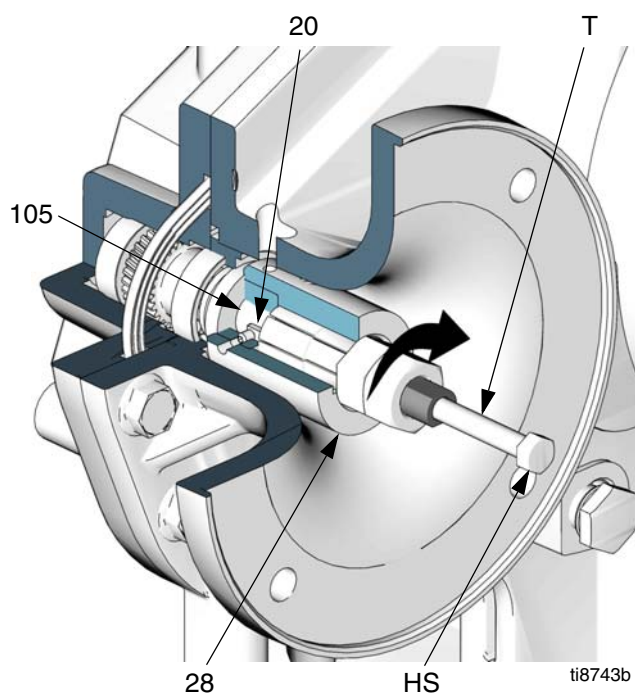

FIG. 24. Retiro del acoplador de motor
4. Vea la FIG. 24. Afloje ambos tornillos de fijación (31). Inserte la herramienta de extracción del acoplador (T) en el acoplador (28). Gire la tuerca en el sentido horario hasta que esté apretada, a continuación retire el acoplador del eje de entrada del reductor de engranajes (105) girando el tornillo de cabeza hexagonal (HS) en sentido horario.
NOTA: Durante el procedimiento siguiente, si el acoplador sale separado del eje del motor pero permanece pegado al eje de entrada, use la herramienta de extracción del acoplador 15J827 (T) como se muestra en la FIG. 24.